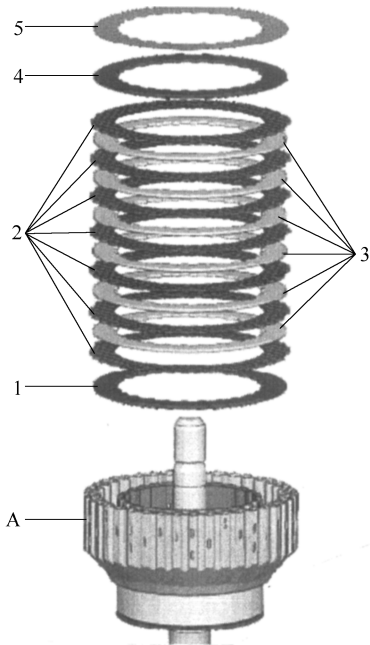

图 2-2-46 拆卸摩擦片组
摩擦片组的拆卸如图 2-2-46 所示。
- (4) 将确定的下部调整摩擦片 1 装入输入轴油缸 A。
- (5) 现在交替地以相同的定向分别安装一个衬面摩擦片 2 (7 件) 和一个外摩擦片 3 (6 件, 厚度 1.9mm)，如图 2-2-46 所示。
- (1) 将确定的下部调整摩擦片 4 装入输入轴油缸 A。
- (2) 最后安装波形弹簧垫片 5，如图 2-2-46 所示。